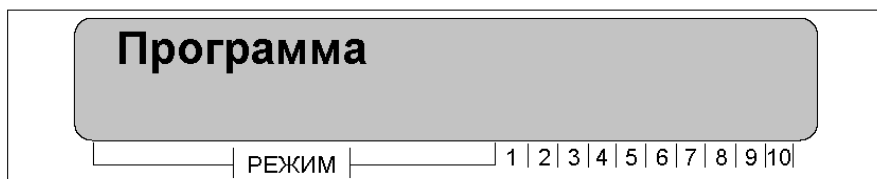

Рисунок 13
- осуществить вход в режим «Программа» клавишей «ВВОД», рисунок 13.